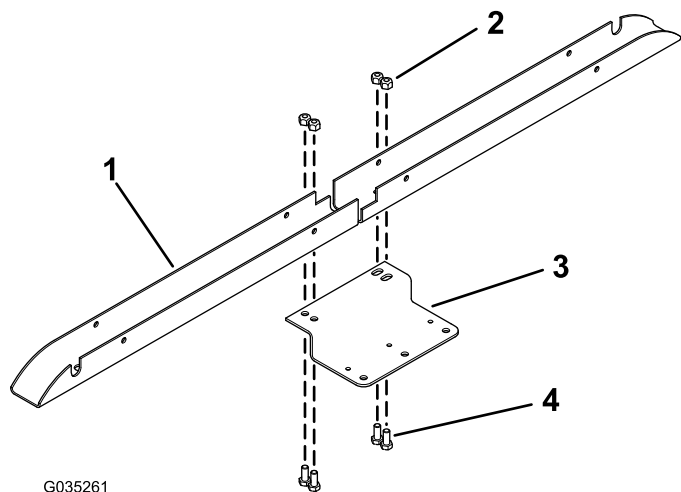

Figura 3
1. Montate la staffa della luce operativa sui 2 canali luci con 4 bulloni a testa esagonale (5/16 x 3/4 poll.) e 4 dadi di bloccaggio (5/16 poll.) come illustrato nella Figura 3.